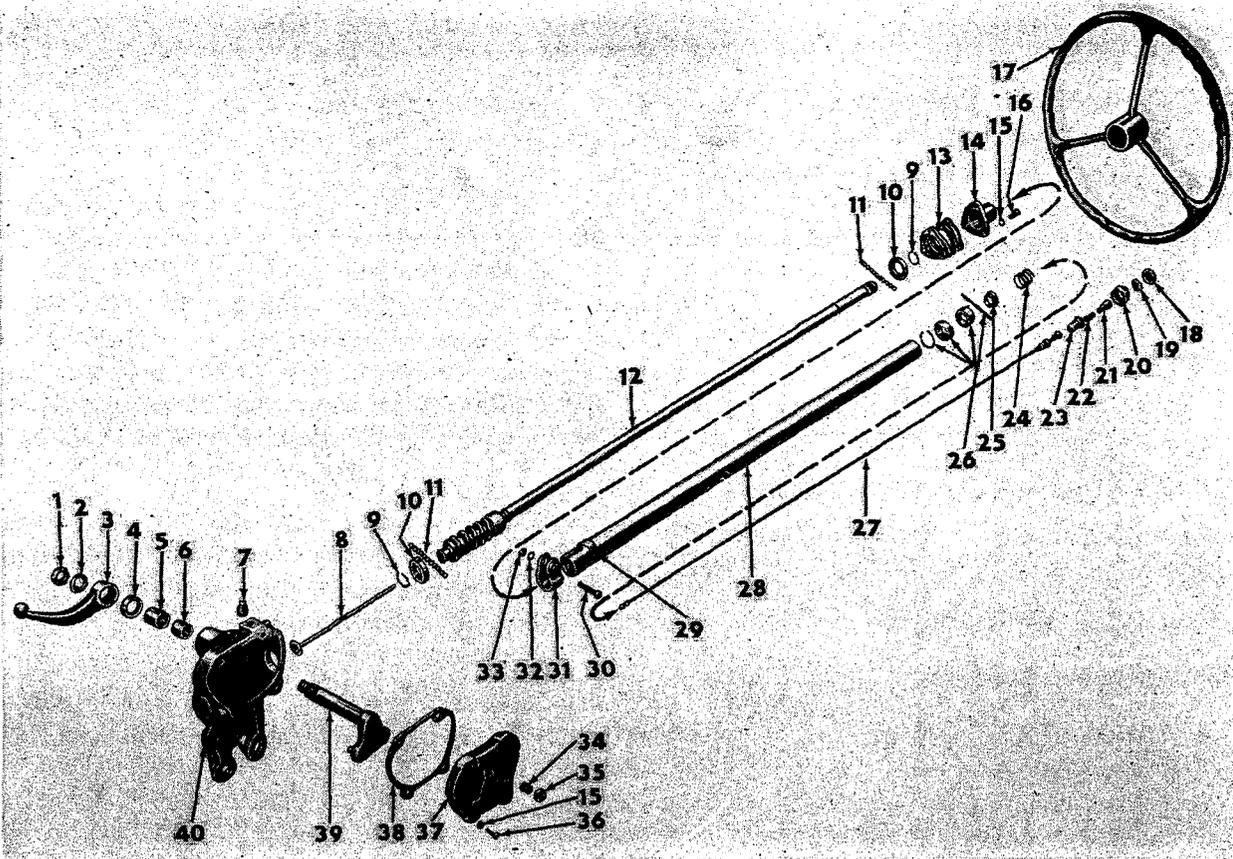

Fig. 205 L e n k u n g
Diese Modelle sind mit dem variablen Mocken- und Hebeltyp ausgerüstet. Die Lenkung ist in Bild 205 dargestellt.
1. Ziehe den Pitmanarm Nr. 3 in Fig. 205 mit einem Abzieher ab.
Baue alle Teile in der umgekehrten der für das Zerlegen angegebenen Reihenfolge ein und löte das Hornkabel an den Ring - dies nur beim CJ - 2A vor Fahrgestellnummer 178361. Führe Säule und Spindel und den gesamten Lager in den Lenkstock ein und setze auch den untern Lagerring, Nr. 10 in Fig. 205, ins Gehäuse.
Befindet sich die Lenkung in der Mittelstellung und die Räder in der Geradeausstellung, dann ist der Pitmanarm Nr. 3 so auf die Sektorwelle Nr. 39, Fig. 205, zu schieben, dass der Kugelkopf nach abwärts schaut. Nach dem Einbau müssen die auf den Stirnseiten von Sektorwelle und Pitmanarm angebrachten Markierungen aufeinander ausgerichtet sein.